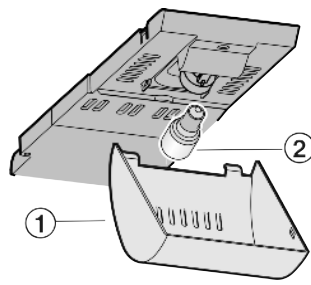

Fig. 12
- ▶ Saisir le recouvrement *Fig. 12 (1)* devant et le faire décliqüeter derrière.
- ▶ Remplacer l'ampoule *Fig. 12 (2)*.
- ▶ Remettre en place le recouvrement *Fig. 12 (1)*.